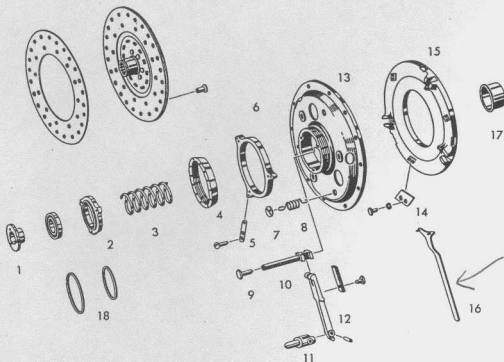

Bild 6 - 13
2. Ausrückfedern (Bild 6- 13/8) aus den Scheiben zu den Ausrückfedern (Bild 6-13/7) hochziehen und in den Randschlitz der Scheiben einführen. Dadurch wird die Anpressplatte frei und kann, wenn notwendig, plan geschliffen werden. (Die Stärke der Anpressplatte darf um etwa 1 mm vermindert werden).